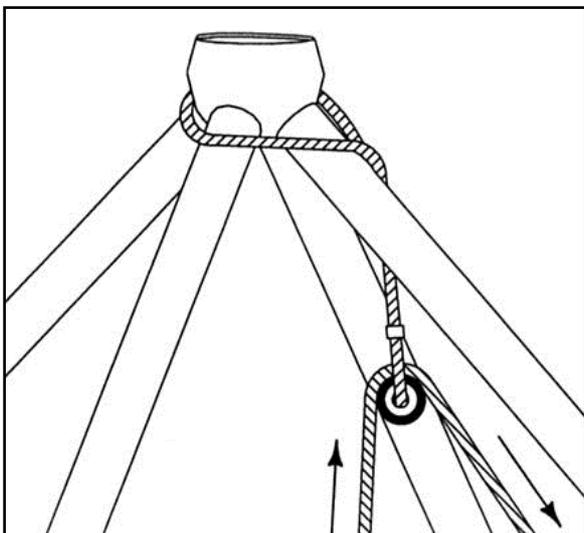
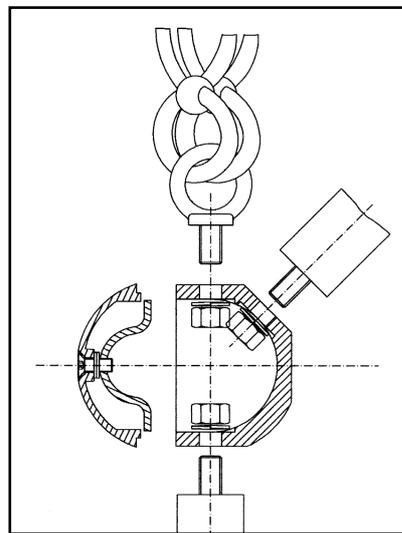
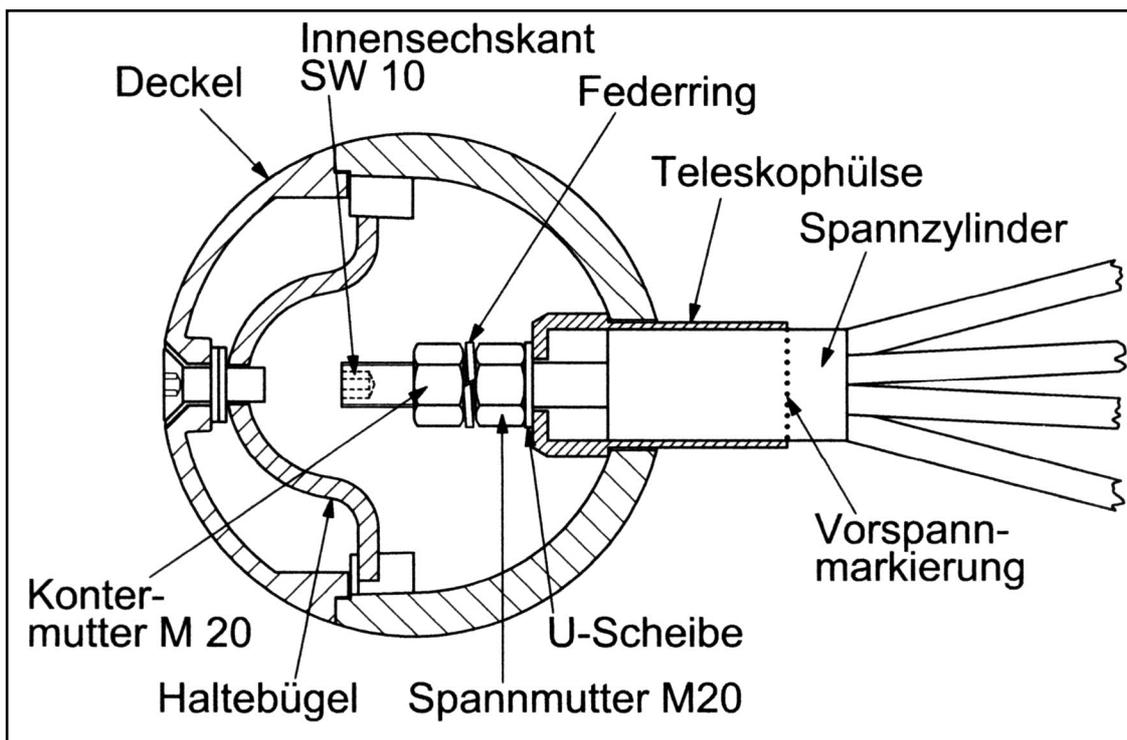

Abbildung 5
Abbildung 6 Knoten K21A
Abbildung 7
Das Gerüstsystem ist sodann bis zur **Ebene 1** zu montieren. **Beim Setzen der Rohre RH1, RS3 und RS4 ist darauf zu achten, dass diese dem Rutschenanbau und den Seilanbindungen des Dreiecknetzes unter der Rutsche entsprechend ausgerichtet sind.** Die Kugelöffnungen zeigen nach außen, mit Ausnahme von **K21A (Abb. 6)**, die nach innen zeigen. Die Schraubverbindungen (Federring, HV-Mutter M20 SW32) sind zunächst handfest und nach Komplettierung bis zur **Ebene 1** endgültig fest anzuziehen.
Das Raumnetz trägt an den Spannsystemen entsprechende Kennzeichnungen für die Knoten, in denen verspannt werden soll. Die gekennzeichnete Spitze des Raumnetzes ist mittels des angeknüpften Seiles gemäß **Abbildung 5** über die Seilrolle hochzuziehen und am **Knoten K1** mit der Spannmutter M 20, SW 32 zu befestigen. Es folgen die Spannsysteme der vier Knotenpunkte **K19** in **Ebene 2**, sodann die **Knoten K20** in **Ebene 1**. Dabei wird der Spannzylinder mit dem Gewindebolzen M20 in die Teleskophülse geschoben und von innen mit der Spannmutter M20 SW32 zunächst nur mit ca. 5 Gewindengängen gefasst (**Abb. 7**).
Danach folgen die Knotenpunkte **K21A** in **Ebene 0**, indem die Ringschrauben verschraubt werden (**Abb. 6**). Zuletzt werden die Spannsysteme an den Knoten **K23** sinngemäß wie an **K19** und **K20** montiert (**Abb. 7**).
Das Spannen des Raumnetzes **beginnt** an den **Knoten K19** in **Ebene 2** und erfolgt über die Spannmuttern M20 mit dem mitgelieferten Spezialsteckschlüssel SW 32. Es muss **bis zur Vorspannmarkierung gespannt** werden (**Abb. 7**). Danach erfolgt das Spannen an den Knoten **K 20** und **K23** in **Ebene 1**, wo ebenfalls bis zur Vorspannmarkierung gespannt wird. Das Raumnetz muss letztlich unter guter, **gleichmäßig starker** Spannung stehen.
Nach dem Spannen sind die Spannmutter an allen Knoten in den Ebenen 1 und 2 (**K19, K20 und K23**) mit den mitgelieferten Kontermutter M20 SW32 samt Federring zu kontern (**Abb. 7**). Zum Festziehen der Kontermutter kann am Gewindebolzen M20 mit einem Innensechskantschlüssel SW 10 gegen gehalten werden (**Abb. 7**). Zuletzt sind die noch offenen Hohlkugeln zu verschließen, indem sämtliche Knoten **K1, K19, K20, K21A und K23** mit den vorbereiteten Deckeln über eine Bügelverschraubung verschraubt werden (**Abb. 6 und 7**). Achten Sie dabei bitte darauf die Deckel gleichmäßig zu platzieren, so dass unser Firmenlogo lesbar ist. Vielen Dank.
- Ein erstes Nachspannen ist bereits nach ein bis zwei Wochen Betriebssituation vorzunehmen. Das Nachspannen erfolgt über die Spannmutter M20 die in den Hohlkugeln der Ebenen 1 und 2 (**K19, K20 und K23**) liegen. Nach Entfernen des Deckels mittels eines Innensechskantschlüssels Größe 10 muss zuerst die Kontermutter M20 SW32 gelöst werden. Dann wird über die Spannmutter SW 32, **über die Vorspannmarkierung hinaus**, nachgespannt. Das Nachspannen erfolgt an allen Knoten der Ebenen 1 und 2 und soll gleichmäßig vorgenommen werden. Nach dem Nachspannen sind die Spannmutter an den **Knoten K19, K20 und K23** unbedingt wieder mit den Kontermutter zu **kontern**. **Achten Sie bitte auf die richtige Lage des Federringes zwischen den beiden Muttern**. Zum Lösen und Festziehen der Spann- sowie der Kontermutter M20 SW32 kann an dem Gewindebolzen M20 mit einem Innensechskantschlüssel SW10 gegen gehalten werden (**Abb. 7**). Abschließend werden die Hohlkugeln wieder mit den Deckeln verschlossen. Achten Sie dabei bitte darauf die Deckel gleichmäßig zu platzieren, so dass unser Firmenlogo lesbar ist. Vielen Dank.